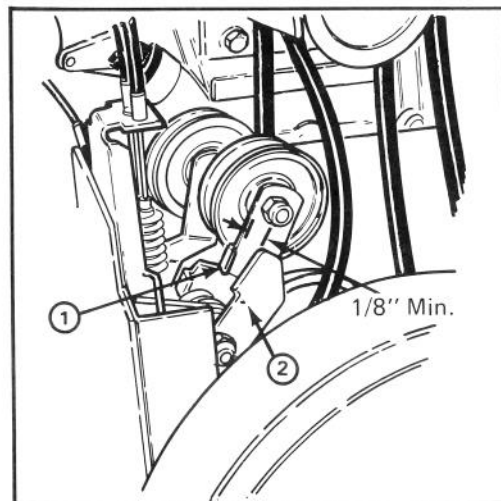

Abbildung 23
1. Die drei (3), die Riemenabdeckung am Motorrahmen befestigenden Kopfschrauben entfernen und die Abdeckung auf den Kabeln nach oben schieben.
2. Leitrad- und Bremseinstellung überprüfen. Der Mindestabstand zwischen der Zunge am Gebläselenkwischenhebel und Bremshebel (Abb. 23) sollte 3 mm betragen. Ist der Abstand weniger als 3 mm, ist der Riemen auszutauschen.